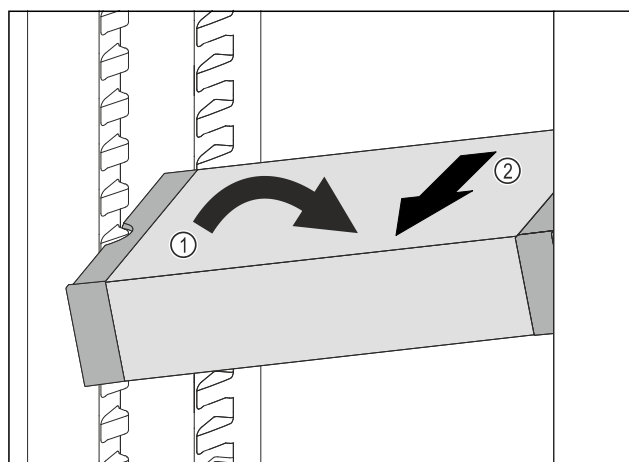

Fig. 128
- Impostare il vano frigorifero di VarioSafe ad angolo. Fig. 128 (1)
- Rimuovere VarioSafe tirando in avanti. Fig. 128 (2)